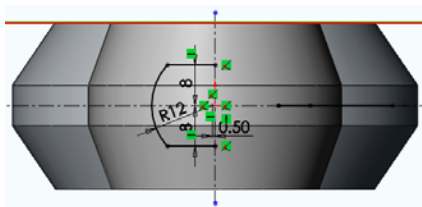

图 4-116 绘制草图
④ 建立基准面。选择 FeatureManager 设计树中的“右视基准面”，然后单击“参考几何体”工具栏中的“基准面”按钮。在基准面属性管理器中的微调框中设置偏移距离为 120mm, 单击“确定”按钮, 生成基准面 2。
⑤ 绘制第一个放样轮廓。新建草图。选择基准面 2, 单击“草图”工具栏中的“草图绘制”按钮, 新建一张草图。单击“标准视图”工具栏中的“正视图”按钮, 使绘图平面转为正视方向。
⑥ 绘制中心线。单击“草图”工具栏中的“中心线”按钮, 通过原点分别绘制两条水平和垂直中心线。
⑦ 绘制直线, 并标注尺寸。单击“草图”工具栏中的“直线”按钮和三点圆弧按钮, 绘制草图并标注尺寸, 如图 4-116 所示。